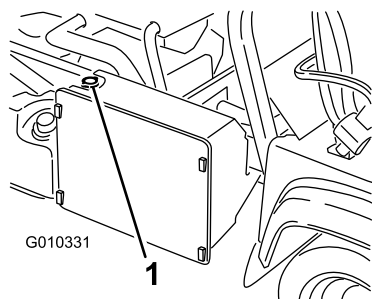

図 75
3. ラジエターキャップを取る 図 75。
7. ラジエター液を一杯にして、キャップを閉める 図 75。